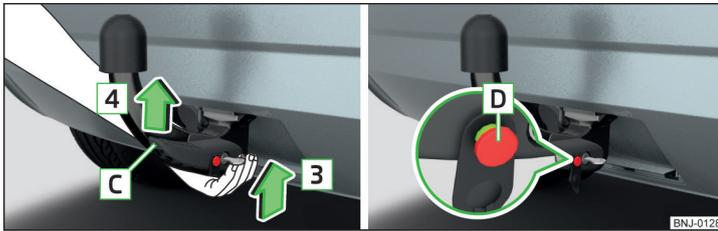

Abb. 155 Kugelstange einsetzen / Auslösebolzen in ausgefahrenem Zustand
- Die Kugelstange **von unten** » Abb. 155 fassen und in den Aufnahmeschacht in Pfeilrichtung **3** bis zum hörbaren Einrasten einsetzen » **!**.